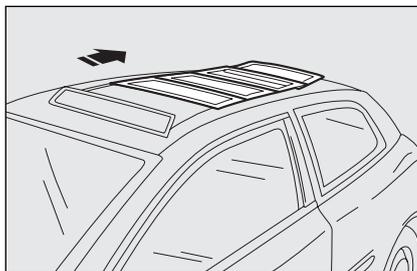

fig. 79
- Secondo scatto della manopola: completamento dell'apertura della 1^a lamella, spostamento delle successive verso la parte posteriore fig. 79 e movimento della tendina parasole.